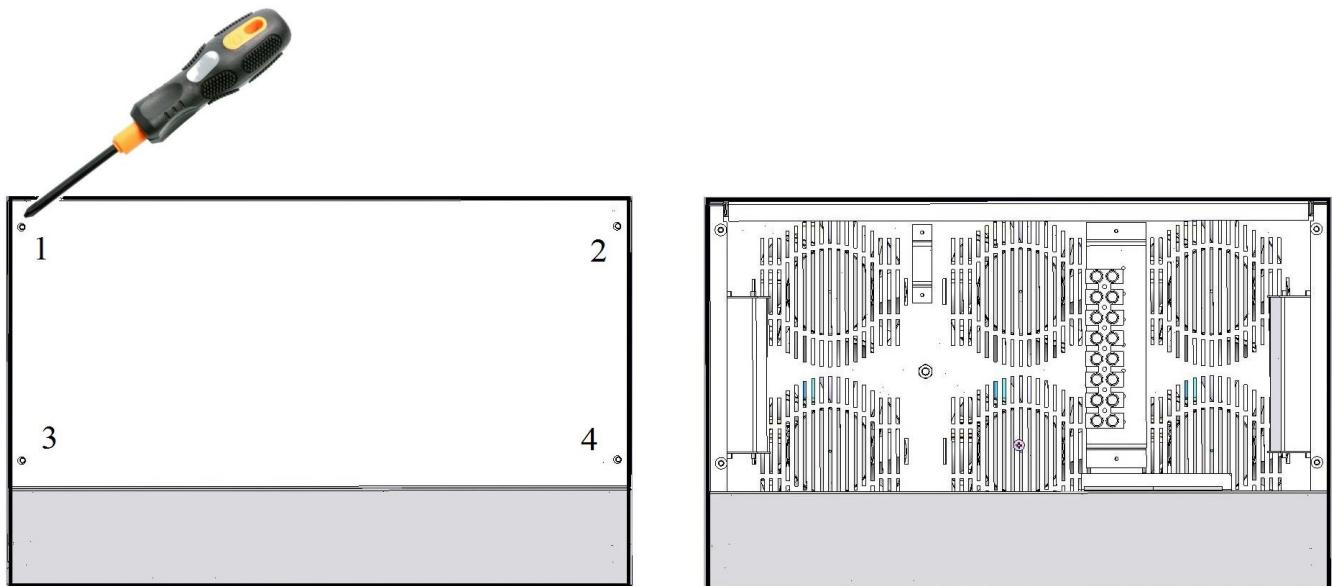
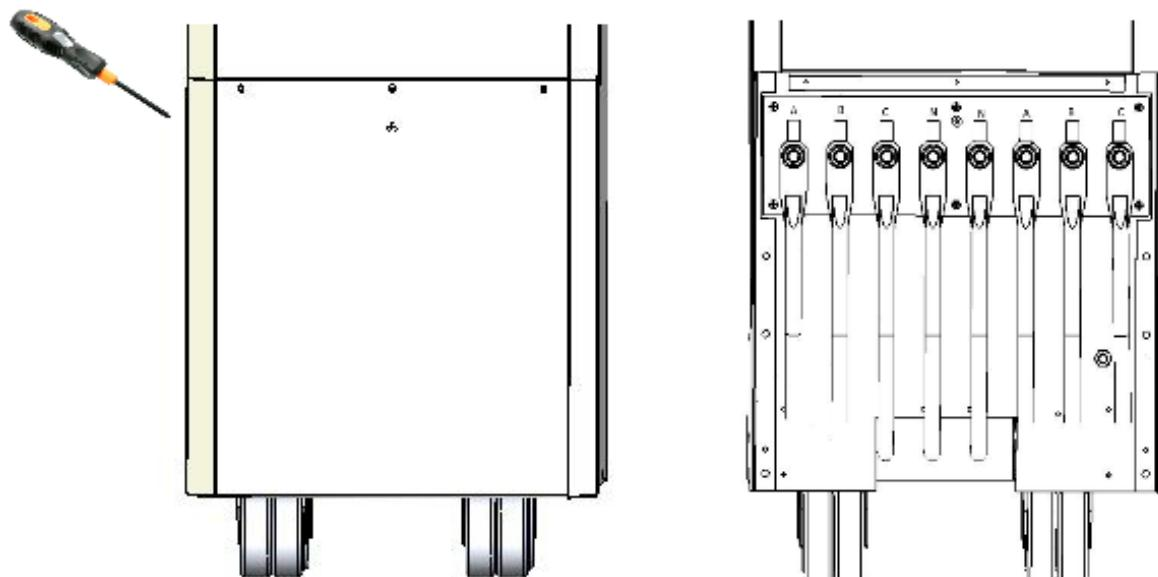

Рисунок 11. Схема зняття захисної кришки зверху корпусу стабілізатора
Рисунок 12. Схема зняття захисної кришки зверху корпусу стабілізатора
2. За допомогою викрутки відкрутити гвинти захисної кришки з верхньої частини стабілізатору Герц на 25-80А (див. рис. 11) та нижньої частини стабілізатора Герц-ПРО на 100-160А для доступу до клемної колодці (див. рис. 12).